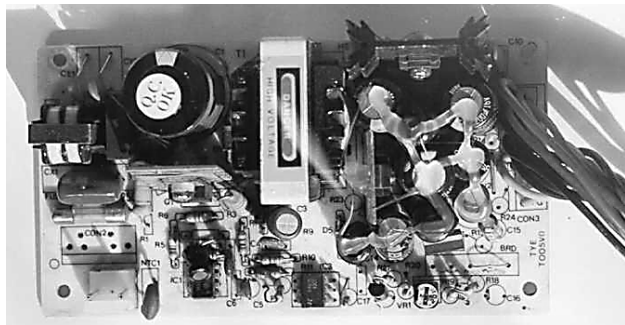

Рис. 1. Блок питания EXPERT 1501
Начну обзор с БП так называемых рабочих станций. Это серия компьютеров в небольших горизонтальных SLIM-корпусах с процессорами 386, 486, режее Pentium. Встречается несколько модификаций таких БП разных фирм, отличающихся только названием фирмы, а также конструкцией узла формирования сигнала готовности блока питания POWER GOOD (PG). В большинстве случаев даже нумерация компонентов на платах совпадает. На рис. 1 приведена фотография такого БП (модель EXPERT 1501), а на рис. 2 – его схема.